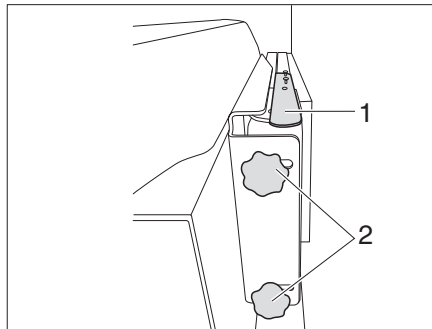

Fig. 132 Soporte con brazo articulado (variante 1)
- Empujar la palanca (Fig. 132,1) hacia abajo para soltar la pantalla plana del dispositivo de retención. Soltar la palanca.
- Soltar 2 tornillos moleteados (Fig. 132,2) y girar la pantalla plana a la posición deseada. Volver a apretar los tornillos moleteados (Fig. 132,2).